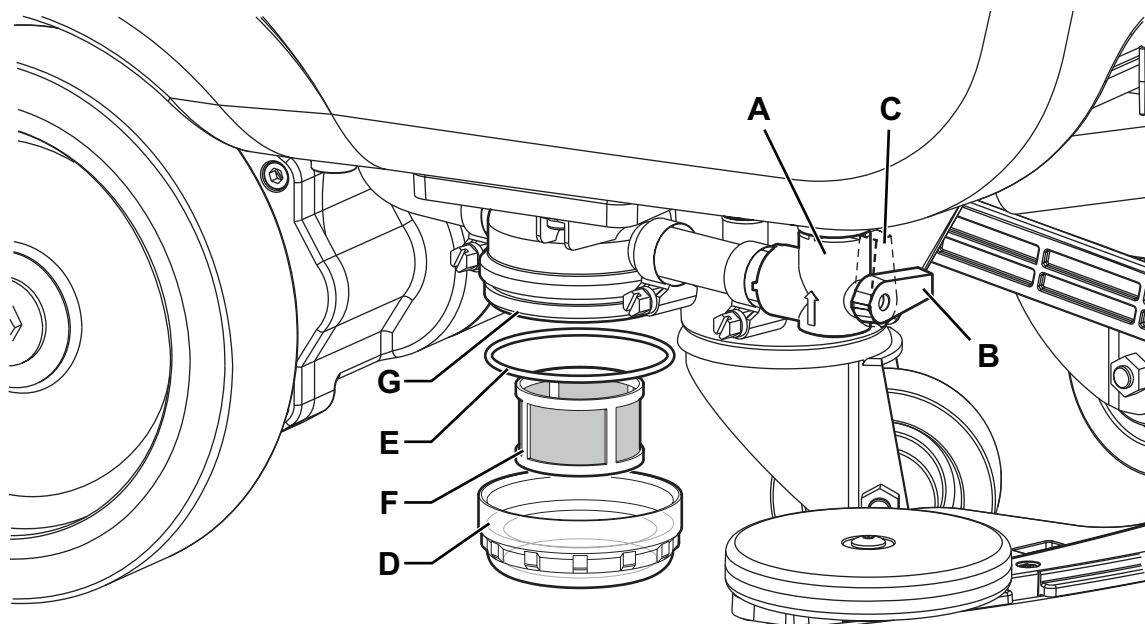

Рис. 14
2. Убедитесь, что машина отключена и ключ пользователя (51) извлечен.
3. Закройте клапан бака раствора моющего средства (А, Рис. 14). Кран закрыт, когда находится в положении (В), и открыт, когда находится в положении (С).
4. Снимите прозрачную крышку (D) и уплотнитель (E), затем снимите сетку (F) фильтра. Промойте их, а затем осторожно установите на основание фильтра (G).